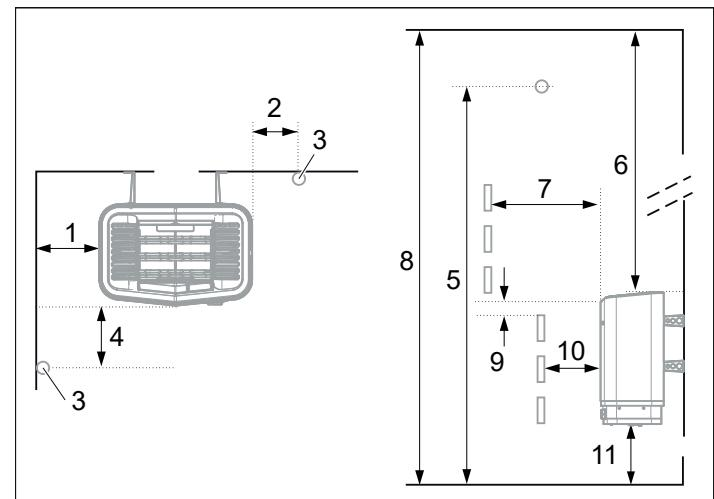
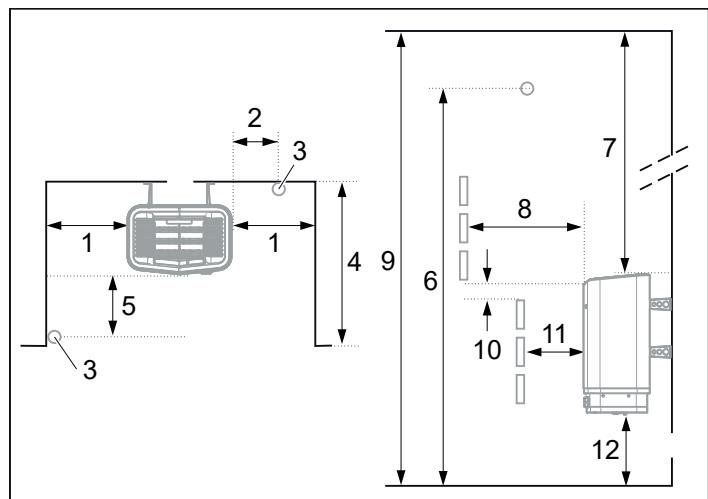

Рисунок 4: Позиционирование нагревателя - нормальная установка
Рисунок 6: Позиционирование нагревателя - установка в нише
- Спланируйте размещение датчика (см. Рисунок 4 и Рисунок 6).
- у той же стены, что и дверь (или у боковой стены, но как можно ближе к стена, в которой расположена дверь). Также возможно размещение нагревателя в нише (см. Рисунок 6).
- Установите устройство на безопасном расстоянии от пола, боковых стен и элементов интерьера (см. Рисунок 4).
Установите датчик, как показано на рисунке (см. Рисунок 4).
1. Установите устройство на безопасном расстоянии от пола, боковых стен и элементов интерьера (см. Рисунок 6).
2. Установите датчик, как показано на рисунке (см. Рисунок 6).